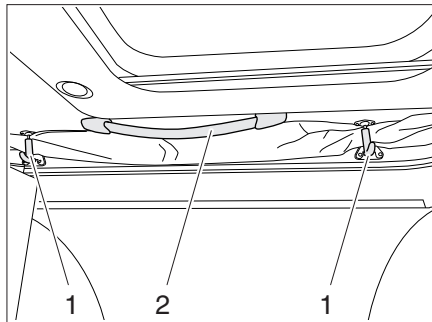

Bild 49 Hubdach
- Sicherungen (Bild 49,1) durch leichtes Ziehen lösen.
- Hubdach an den Griffen (Bild 49,2) nach oben schieben.
- Hubdach an den Griffen (Bild 49,2) nach unten ziehen.
- Sicherungen (Bild 49,1) leicht nach unten ziehen und wieder einhaken.